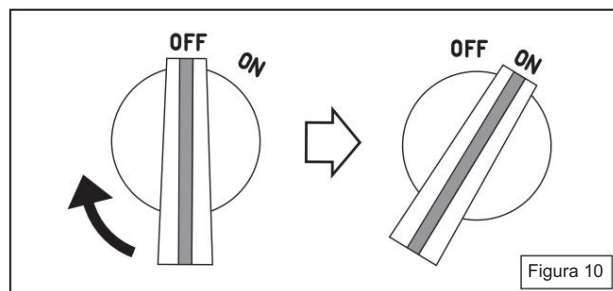

Figura 10
- 5.1 Gire el interruptor del motor a la posición "ON". (Figura 10)